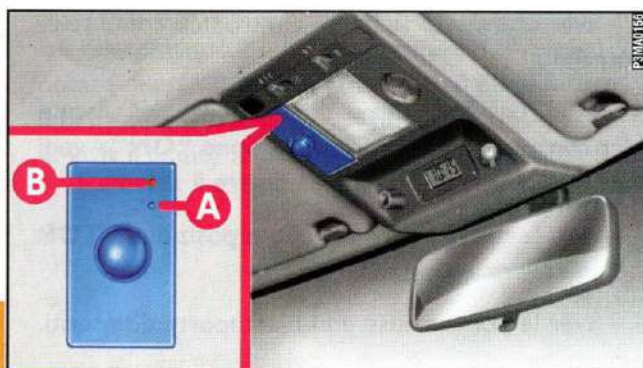

fig. 5
1) Tenere premuto il pulsante **A**-fig. 5 con un oggetto appuntito (es. penna a sfera). Il led rosso **B** lampeggia.